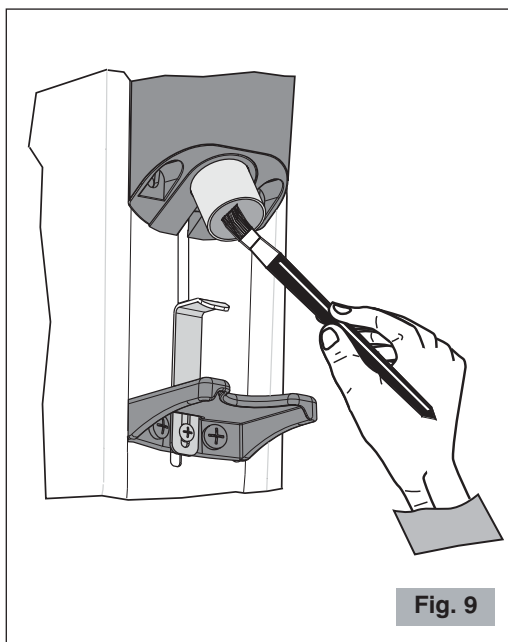

Fig. 9
- Utilizzare uno spazzolino o un pennello (Fig. 9) per pulire le zone più nascoste al suo interno e un panno asciutto per le altre superfici.